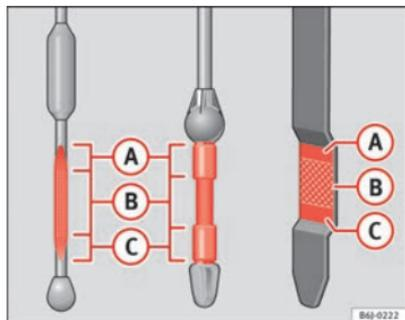

Fig. 163 Vareta de medição do nível de óleo
- Em seguida, retire-a novamente e verifique o nível do óleo ⇒ Fig. 163. Caso seja necessário, reponha óleo do motor.